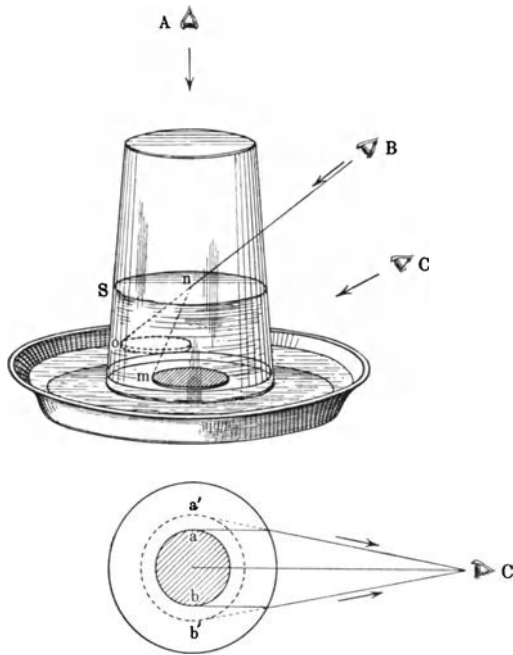

Fig. 85. Münze im Wasser.
oben in das Glas (A, Fig. 85), so erscheint die Münze an Ort und Stelle, schräg betrachtet aber stark emporgehoben (B). Das vom Geldstück ausgehende Licht wird in diesem Falle stark gebrochen, und da das Auge stets den Gegenstand in der Richtung der in ihm eintreffenden Lichtstrahlen sucht, erklärt sich die überraschende und wichtige Erscheinung. Wir kennen sie eigentlich schon, denn wir Schwimmer wissen längst, wie tief wir tauchen müssen, um einen Gegenstand zu ergreifen, der uns, vom Ufer aus gesehen, in geringer Tiefe unter der Wasserober-